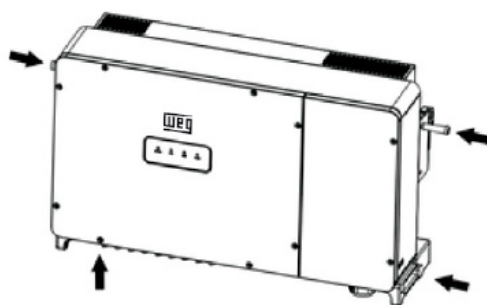

Figura 3.7: Pendurando o inversor manualmente.
- **Método manual:** Duas pessoas seguram a alça e penduram o inversor no suporte de montagem (consulte a *Figura 3.7*).